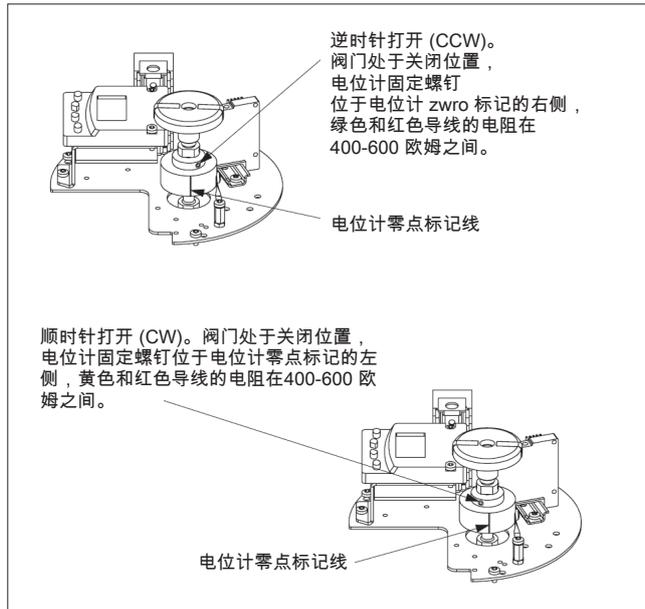

图.38 电位计操作。
- 通过旋转电位计的內部（电位计单元顶部直径较小的圆柱形部分）来调整电位计单元，从而校正角度。角度是否正确取决于阀门的操作方向；逆时针或顺时针打开（参见图 38）。电位计侧的中心线代码有助于将电位计对准初始位置。调整电位计方向时，请确保阀门和轴停留在关闭位置。